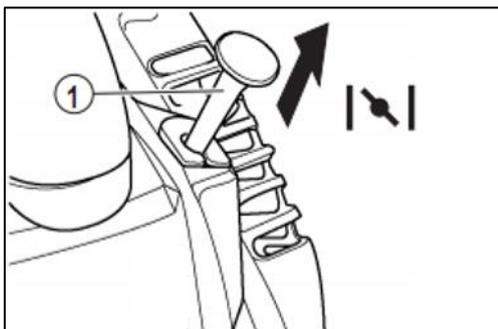

Fig.22
3) Tirez le levier du starter en position fermée :  (Fig.22)